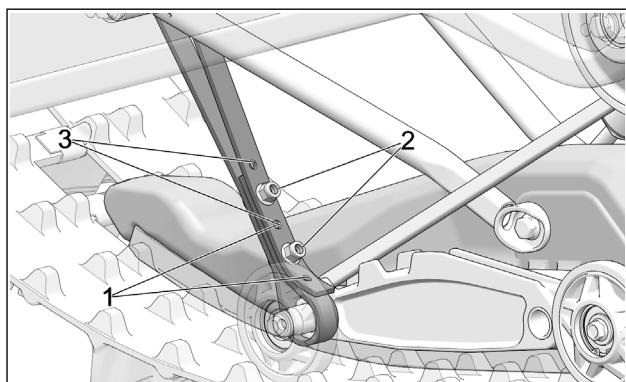

Figure 15
- Il y a 3 positions d'ajustement de la courroie : Figure 15.